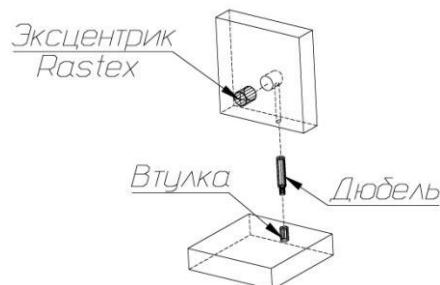

Рис. 1
1. В боковые стенки (3), (12), горизонтальные щиты (7), (15), планку верхнюю переднюю (16), планку верхнюю заднюю (17), панель заднюю (05) в имеющиеся отверстия установить эксцентрики, таким образом, чтобы стрелка была повернута в сторону отверстия в торце.
В установленные муфты эксцентриковых стяжек на боковых стенках (3), (12), перегородках (5), (14), верхнем щите (11), нижнем щите (10) ввернуть дюбели, в соседние отверстия установить шканты (рис.1).
2. Установить монтажные планки петель на боковые стенки (3), (12) и перегородки (5), (14) с помощью комплектных винтов.
3. Установить полкодержатели в отверстия на перегородках (5), (14) и боковых стенках (3), (12).